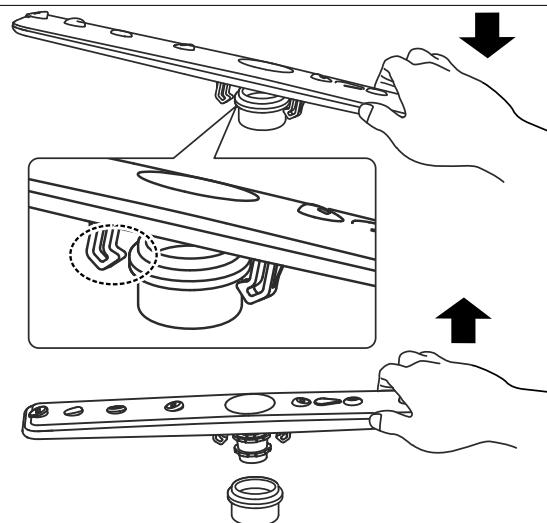

Fig. 22 – Rimozione dell'irroratore
- ▶ Rimuovere gli irroratori (1 e 2) nel vano interno dell'apparecchio (vedere Fig. 22) per pulirli. Estrarre ciascun irroratore dal relativo fissaggio.